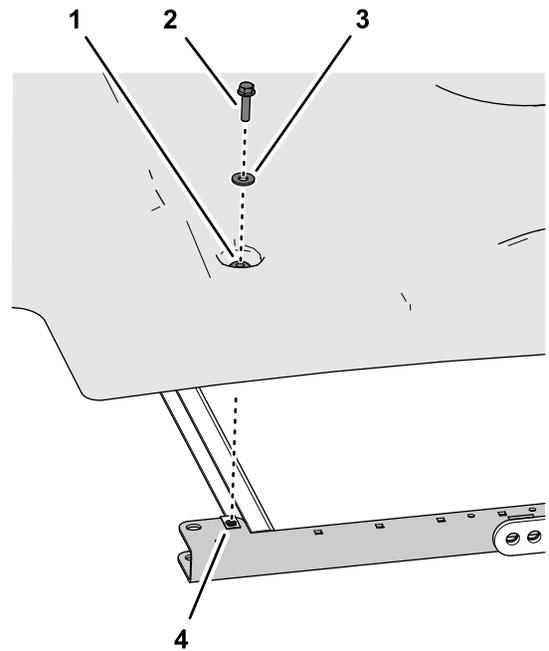
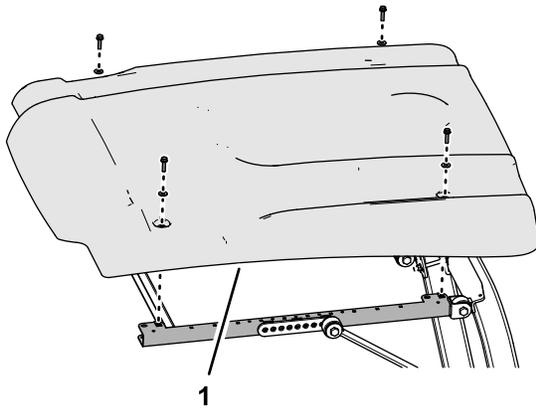

Figura 2
Figura 1
1. Retire los 4 pernos con arandela prensada (5/16" x 1¼") y las 4 arandelas (5/16") que sujetan el toldo y los perfiles del bastidor lateral (Figura 1 y Figura 2).